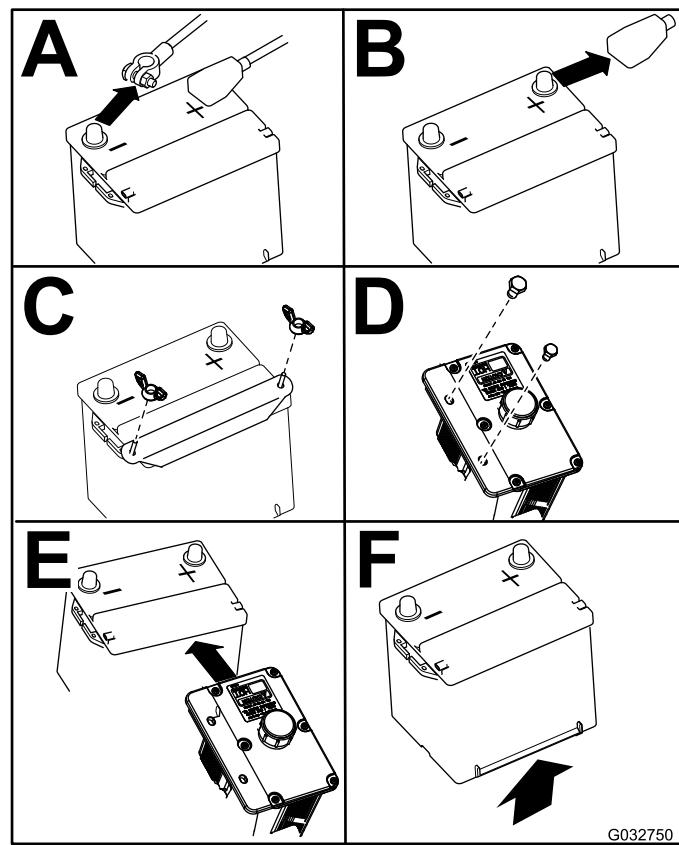

Figura 42
- Retire la batería según se muestra en la Figura 42.